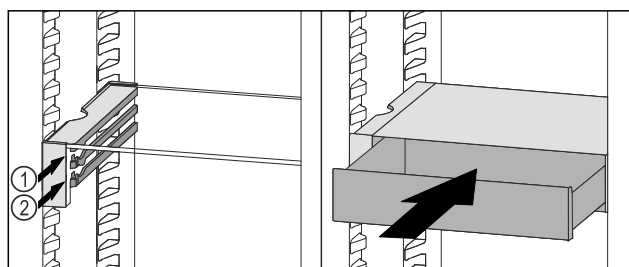

Fig. 78
- ▶ Plasser VarioSafe-skuffen bak stopperne på ønsket rille Fig. 78 (1) eller Fig. 78 (2).